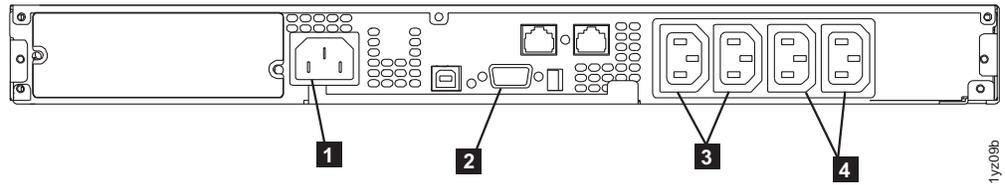

図 13. 無停電電源装置 5115 の電源ケーブルの取り付け
6. UPS 5115 の背面にある UPS 5115 主電源コネクタ¹を電源ソケットに差し込む。UPS 5115 は待機モードになるため、すべてのインディケータはオフになります。44 ページの図 13 を参照してください。